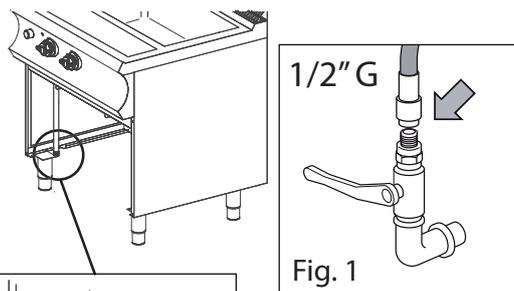

Fig. 1
Chiudere (se del caso) la valvola d'alimentazione della rete (Fig. 1).
- Chiudere il rubinetto di intercettazione a monte dell'apparecchiatura (Fig. 1);
- Chiudere il rubinetto di intercettazione a monte dell'apparecchiatura (Fig. 1).